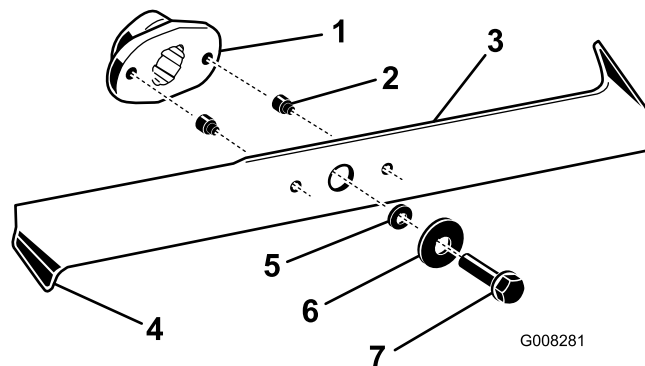

Bild 37
2. Untersuchen Sie die Schnittkanten (Bild 37). Entfernen und schärfen Sie die Messer, wenn die Schnittkanten nicht scharf sind oder Auskerbungen aufweisen, siehe Schärfen der Messer \(Seite 32\).
- Prüfen Sie die Schnittmesser, insbesondere die gebogenen Kanten (Bild 37). Montieren Sie neue Messer, wenn Sie eine Abnutzung oder Beschädigung dieses Bereichs feststellen.
- Ersetzen Sie die Abscherbolzen sofort, wenn Sie gebrochen sind (Bild 37).
- Entfernen Sie die Messerschrauben, Scheiben und Messer (Bild 37). Sie können einen Holzklotz zwischen das Schnittmesser und das Mähwerk keilen, um das Schnittmesser beim Entfernen der Schraube zu blockieren.
- Montieren Sie die Schnittmesser, Scheiben und Messerschrauben (Bild 37).